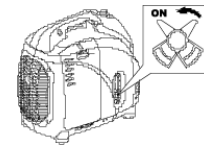

Рис. 15
- Переведите топливный кран в положение «ON» (Рис. 15).